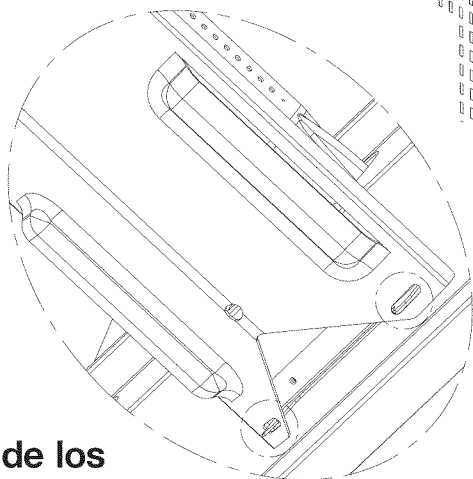
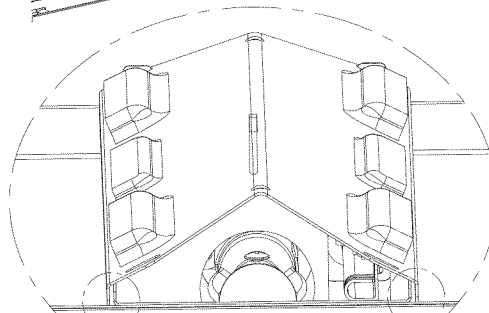

Fig. 12b
Fig. 12c
1. Coloque los difusores de calor sobre los quemadores introduciendo las lengüetas dentro de las ranuras en el frente como se muestra en la **Fig. 12b** y la parte trasera de la cámara de combustión como se muestra en la **Fig. 12c**.